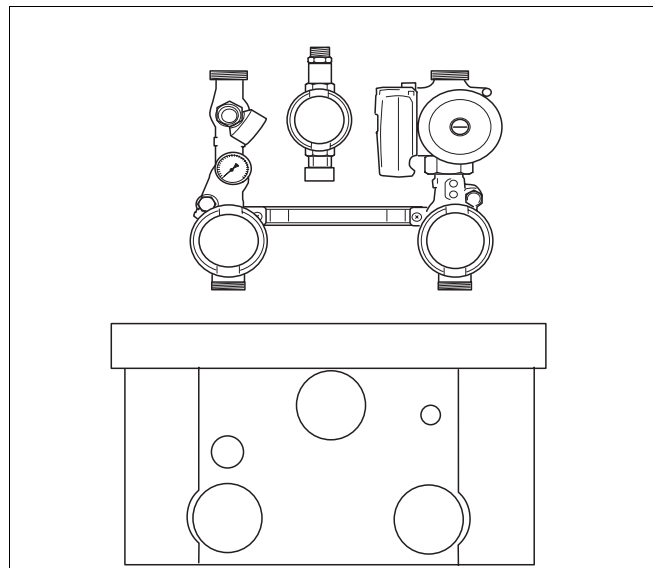

Fig. 11 Tilslutningsgruppe
- ved hjælp af en tilslutningsgruppe (fig. 11)